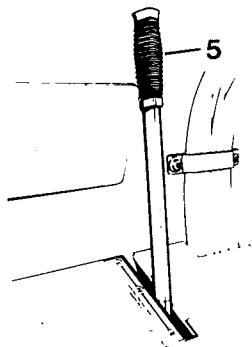

Fig. 14
- 2 Mettre le sélecteur de vitesses (5), fig. 14, en position 1 (voir autocollant).
- 3 Démarrer le moteur diesel. Régler la tirette d'accélération (16) de manière à ce que le moteur tourne à 2 400 tr/min (voir sur le compte-tours. Le réglage de précision se fait ensuite en tournant la partie supérieure de la commande.
- 4 Placer le levier de marche AV/AR (15) en fonction du sens de déplacement désiré et s'en servir pour régler la vitesse de déplacement.
- 5 En cas de marche sur revêtement bitumineux, mettre en marche le dispositif d'arrosage (11) (seulement CA 15A).
- 6 Enclencher la vibration au moyen du commutateur de vibration (19) quand le rouleau est en mouvement. Si le régime moteur baisse, réajuster à 2 400 tr/mn.